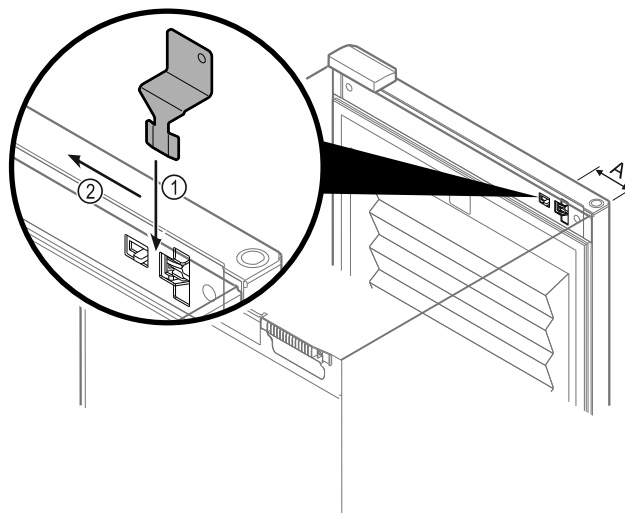

Fig. 90
- ▶ Расположите ключ для аварийной разблокировки в заданном месте Fig. 90 (A) ≈ 100мм.
- ▶ Вставьте ключ для аварийной разблокировки между дверью и корпусом устройства сверху и до упора Fig. 90 (1).
- ▶ Потяните ключ для аварийной разблокировки в направлении стороны шарнира Fig. 90 (2).